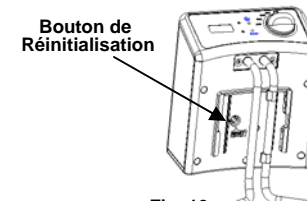

Fig. 10
3. Lorsque l'appareil a complètement refroidi, soulevez le panneau de contrôle et utilisez la pointe d'un stylo ou d'un crayon pour pousser le bouton de réinitialisation; celui-ci est localisé à l'intérieur du panneau de contrôle (Fig. 10)